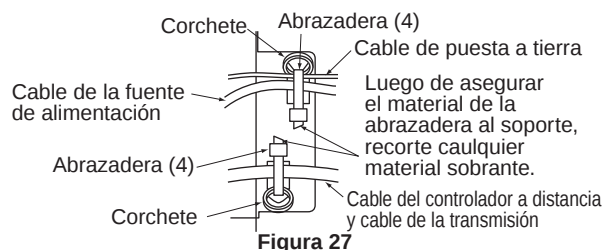

Figura 27
Desajuste los 2 tornillos de fijación mientras agarra la tapa de la caja de control, retire la tapa de la caja de control, coteje las fases dentro del bloque de terminales en la fuente de alimentación (2P), y realice las conexiones. Luego de hacer ésto, use las abrazaderas (4) adjuntas para amarrar los cables entre las unidades y el punto de anclaje. (Vea la Figura 27)